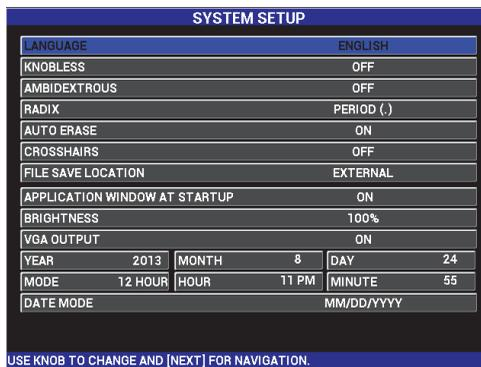

Figura 4-8 Pantalla SYSTEM SETUP (configuración del sistema)
- Pulse dos veces la tecla de menú ADV SETUP (); después, pulse la tecla de función B para acceder a la pantalla **SYSTEM SETUP** (configuración del sistema). Vea la Figura 4-8 en la página 91.